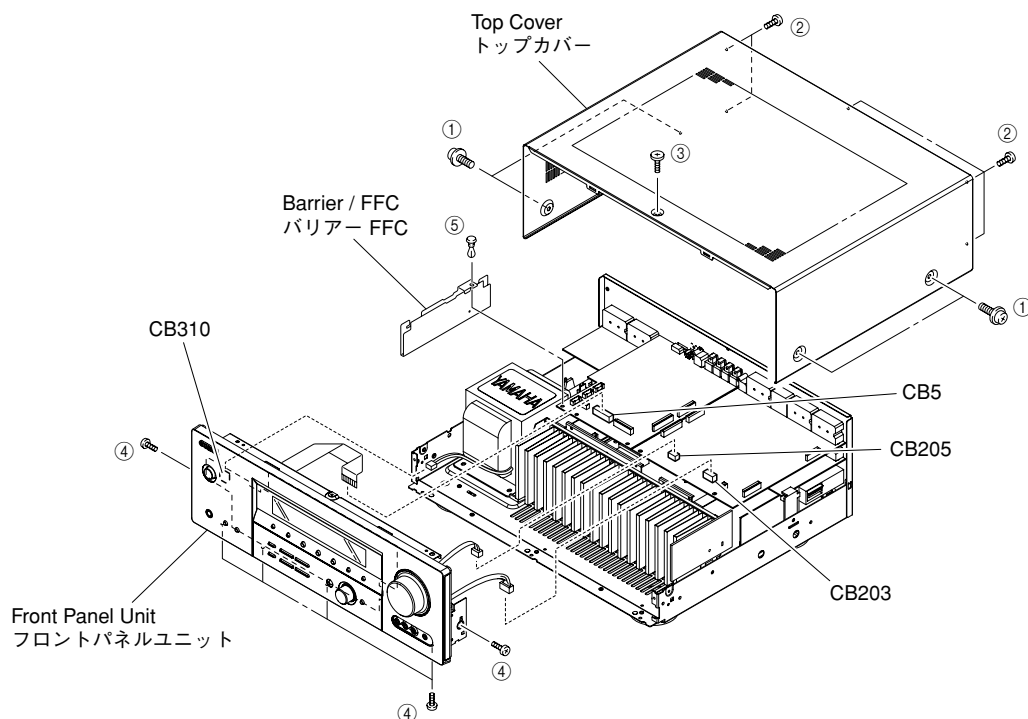

Fig. 1
- Remove 4 screws (①), 5 screws (②) and 1 screw (③). (Fig. 1)
- Slide the Top Cover rearward to remove it. (Fig. 1)
- ①のネジ4本、②のネジ5本、③のネジ1本を外します。 (Fig. 1)
- トップカバーを後方へスライドさせ、取り外します。 (Fig. 1)
- Remove 6 screws (④). (Fig. 1)
- Remove a push rivet (⑤). (Fig. 1)
- Remove the Barrier/FFC. (Fig. 1)
- Remove CB5, CB203, CB205 and CB310. (Fig. 1)
- Remove the Front Panel Unit. (Fig. 1)
- ④のネジ6本を外します。 (Fig. 1)
- ⑤プッシュリベット1本を外します。 (Fig. 1)
- バリアー/FFCを取り外します。 (Fig. 1)
- CB5、CB203、CB205、CB310を外します。 (Fig. 1)
- フロントパネルユニットを取り外します。 (Fig. 1)